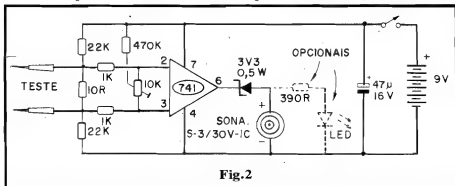

Fig.2
**- FIG. 2 - O CIRCUITO DO ANACON - "Achar a diferença"** entre "nada Ohms" e "quase nada Ohms" é uma tarefa típica para o ainda onipresente Integrado 741, Amplificador Operacional fáclimo de ser circuitado como comparador de precisão (caso do presente projeto ...). Graças aos valores pré-calculados dos resistores que polarizam suas Entradas Inversora e Não Inversora (pinos 2 e 3), e ainda à presença do **trim-pot** de ajuste, podemos ajustar o bloco para sentir **minúsculos** diferenciais de Tensão, ocasionados por também **minúsculos** valores Resistivos! A partir da calibração, facilmente efetuada através do citado **trim-pot** (detalhes sobre a operação, no final do presente artigo...), enquanto o valor resistivo entre as pontas de teste situar-se acima do pequeníssimo valor pré-estabelecido, a Sáfda do 741 (pino 6) se manterá "baixa" (próxima a "zero" Volt), com o que o sinalizador sonoro